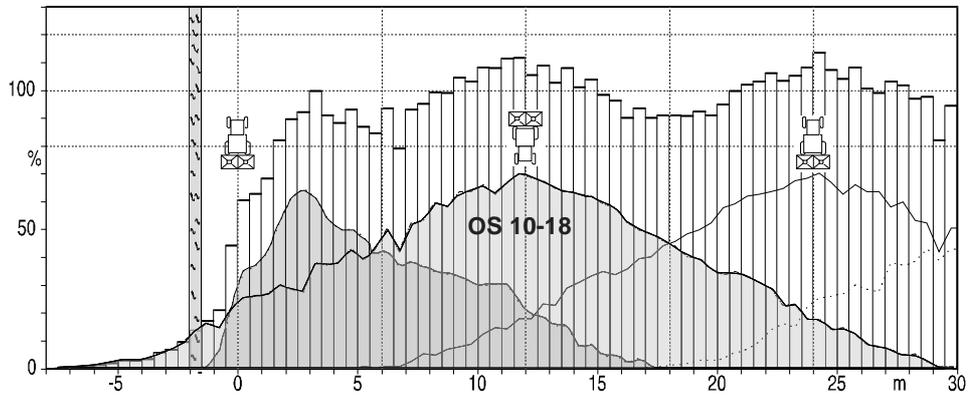

Fig. 4.3
- avec des voies de passage jalonnées tous les 10m ou 12m (fig. 4.3 et 4.4).
Ainsi par exemple, l'épandage à 1,5 m du bord de la bordure (avec déflecteur de bordure) est valable dans le cas d'un jalonnage tous les 18 m, car l'engrais ne tombe pas au-delà de la limite du champ. Si par contre l'agriculteur travaille avec un jalonnage à 10 m ou 12 m avec le même réglage des aubes (avec quelques variétés d'engrais comme par exemple l'ammonitrate, il est possible d'obtenir une répartition latérale optimale sur une largeur de travail de 10 à 18 m avec un réglage des aubes identique), les disques OS 10-18 projettent lors du retour une quantité d'engrais non négligeable (sur environ 4,5 à 6,5 m) hors de la limite du champ (voir fig. 4.3).